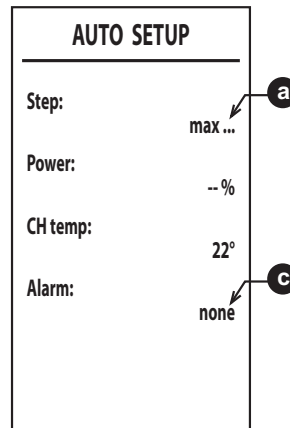

fig. 38
6. Después del encendido, el quemador se posiciona en las distintas potencias (max, med y min) indicadas por el punto **a** (fig. 38).
punto **a** y un código de error en el punto **c** (fig. 38).